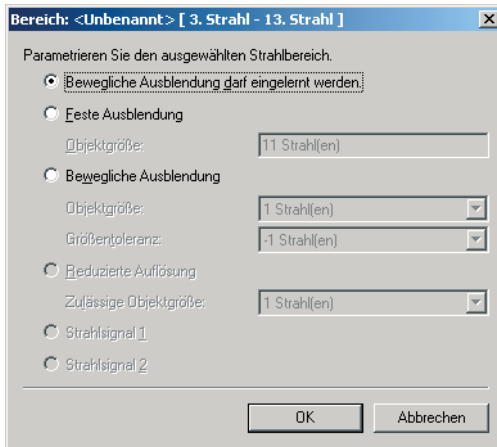

Bild 7.9-2: Fenster zur Auswahl der Strahlbereichseigenschaften
Bearbeiten > Eigenschaften ...	Öffnet ein Fenster zur Einstellung der Eigenschaften des angeklickten Strahlbereiches entsprechend Abb. 7.9-2.
- > Ändern Sie das entsprechende Auswahlfeld und bestätigen Sie mit [OK], siehe Abb. 7.9-2.
- > Wählen Sie im Fenster zur Auswahl der Strahlbereichseigenschaften das Auswahlfeld „Feste Ausblendung“ und bestätigen Sie mit [OK], siehe Abb. 7.9-2.